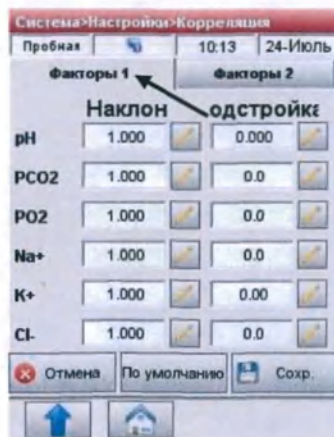

Рис.3-48 Факторы корреляции 1
3. Выберите числа, которые хотите изменить нажав  (Рис.3-48). Введите новые числа.